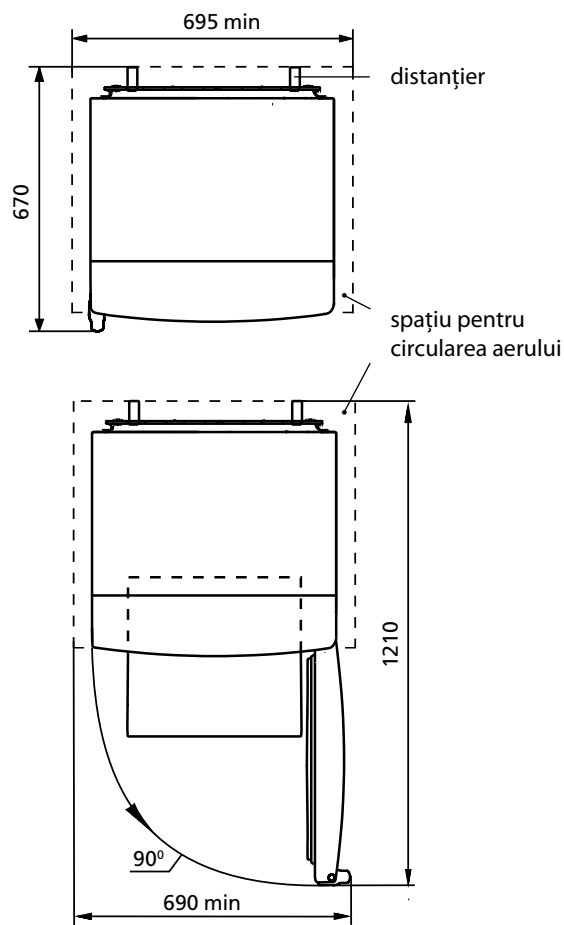

Figura 2 – Frigider (vedere de sus)
1.3 Spațiul total necesar pentru funcționarea frigiderului este determinat de dimensiunile indicate în figura 2 în milimetri. Pentru extracția ușoară a componentelor din frigider, este necesar de a deschide ușa la un unghi de cel puțin 90°.